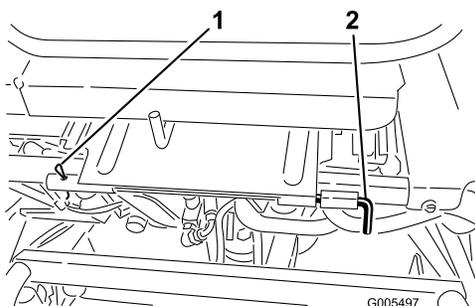

図 33
3. 座席を降ろし、回転軸を固定しているコッターピンを抜き取る 図 33。